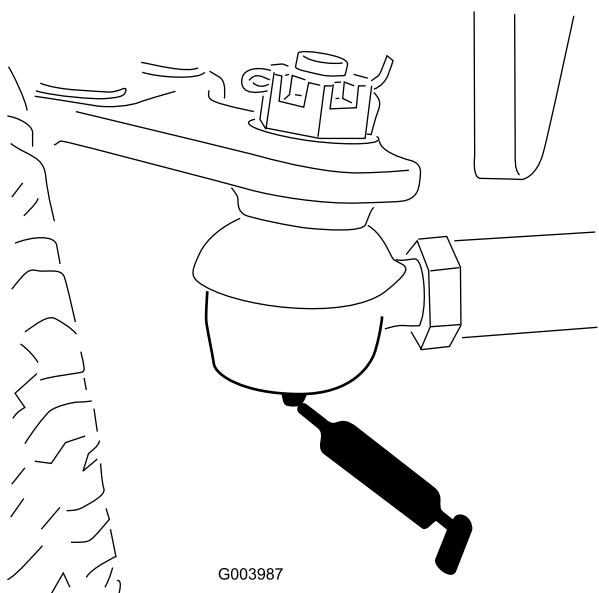

Figure 33
- Biellette d'essieu arrière (2) – Figure 33